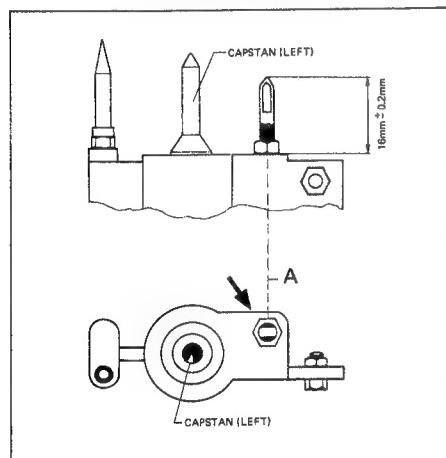

Fig. 3.1
- Die Anfräslungen [A] müssen horizontal justiert sein (Fig. 3.1).
- The milled surface [A] must be adjusted horizontally (Fig. 3.1).
- Les méplats [A] doivent être ajustés horizontalement. (fig. 3.1).